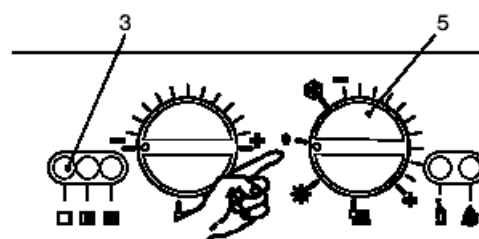

Fig. 6.5.
21. Apagar a caldeira, colocando o comutador 5 na posição “0”, fig. 6.5.